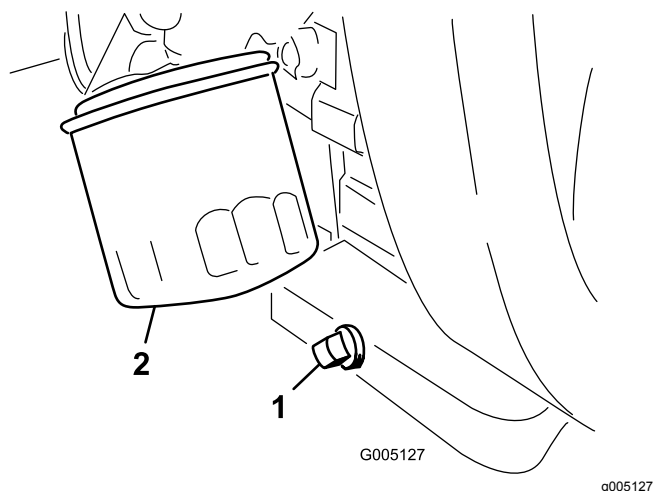

Рисунок 30
1. Снимите пробку сливного отверстия (Рисунок 30) и дайте маслу стечь в сливной поддон.
2. Очистите резьбовую поверхность пробки сливного отверстия, нанесите уплотнитель из тефлона и установите пробку (Рисунок 30).
3. Снимите масляный фильтр (Рисунок 30).